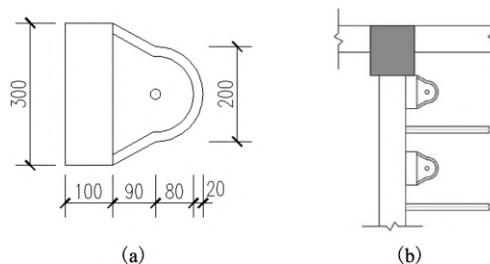

图 3-55 小便器
小便器的形状如图 3-55(a) 所示，绘制步骤如下：
- 8) 复制另一小便器，完成效果如图 3-55(b) 所示。